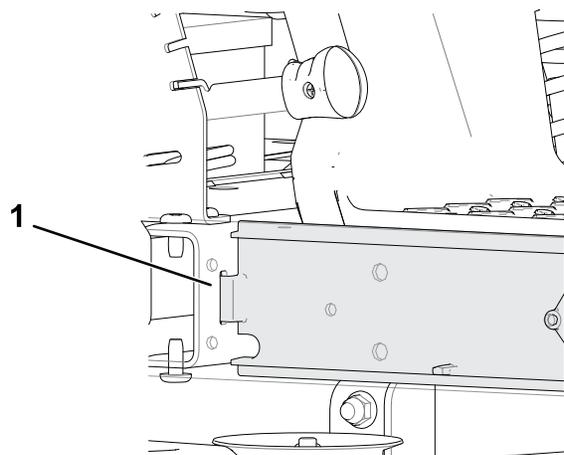

Figura 4
1. Insira a parte superior da proteção sob a parte inferior da plataforma; incline a proteção para deslizar a proteção sob a estrutura e coloque a proteção nos entalhes (Figura 4).